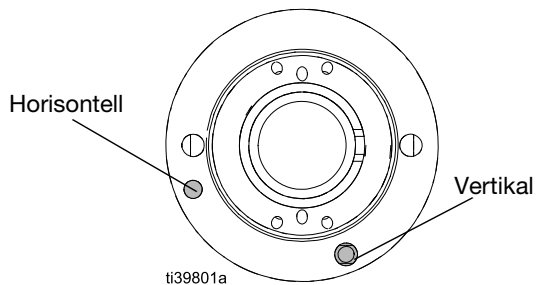

FIG. 10: Lägen för luftmunstyckets inriktningsstift
2. Flytta inriktningsstiftet (8e) till önskad position. Se FIG. 10.